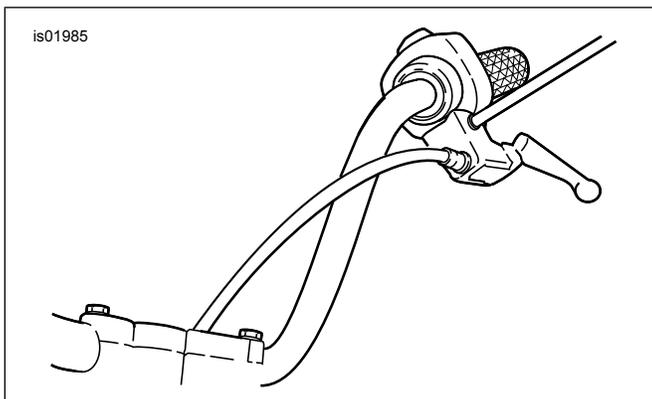

Abbildung 1. Neue Kupplungszugverlegung
d. Siehe Abbildung 1. Verlegen Sie den Kupplungszug zur Innenseite der Lenker und verbinden Sie den Kupplungszug wieder mit dem Kupplungshebel.